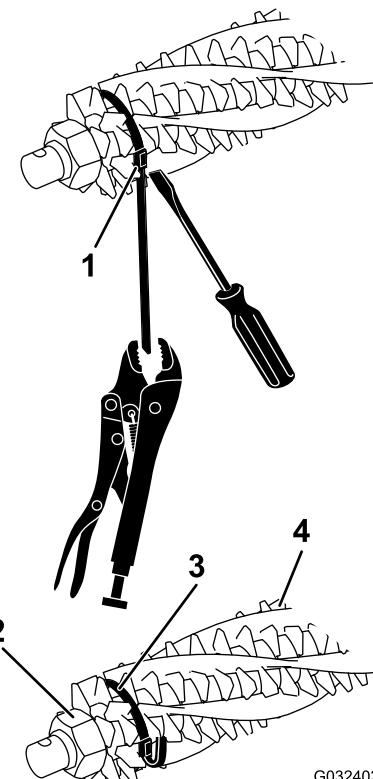
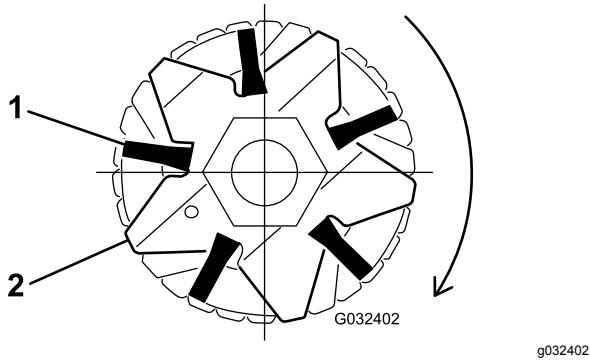

Figura 17
Figura 19
2. Afloje las tuercas de retención de cuchillas del gromer en ambos extremos del eje del gromer (Figura 17).
- 4. Asegúrese de que los cepillos se asientan en las ranuras de las cuchillas del gromer (Figura 17 y Figura 19).
- Pase las cintas alrededor del eje del molinete y los cepillos, según se muestra en Figura 17, colocándolas en las hendiduras de los cepillos Figura 19.
Nota: Si los cepillos del Broomer no se asientan debidamente en las ranuras de las cuchillas, afloje las tuercas de retención de las cuchillas del groomer en cada extremo del eje del groomer, posicione los cepillos del broomer debidamente en las ranuras de las cuchillas y apriete las tuercas de retención de las cuchillas del groomer (Figura 17).
- Empujando un destornillador contra la hebilla de la cinta, agarre cada cinta con alicates de mordaza y tense las cintas hasta que se bloquen en las ranuras de los cepillos (Figura 17).